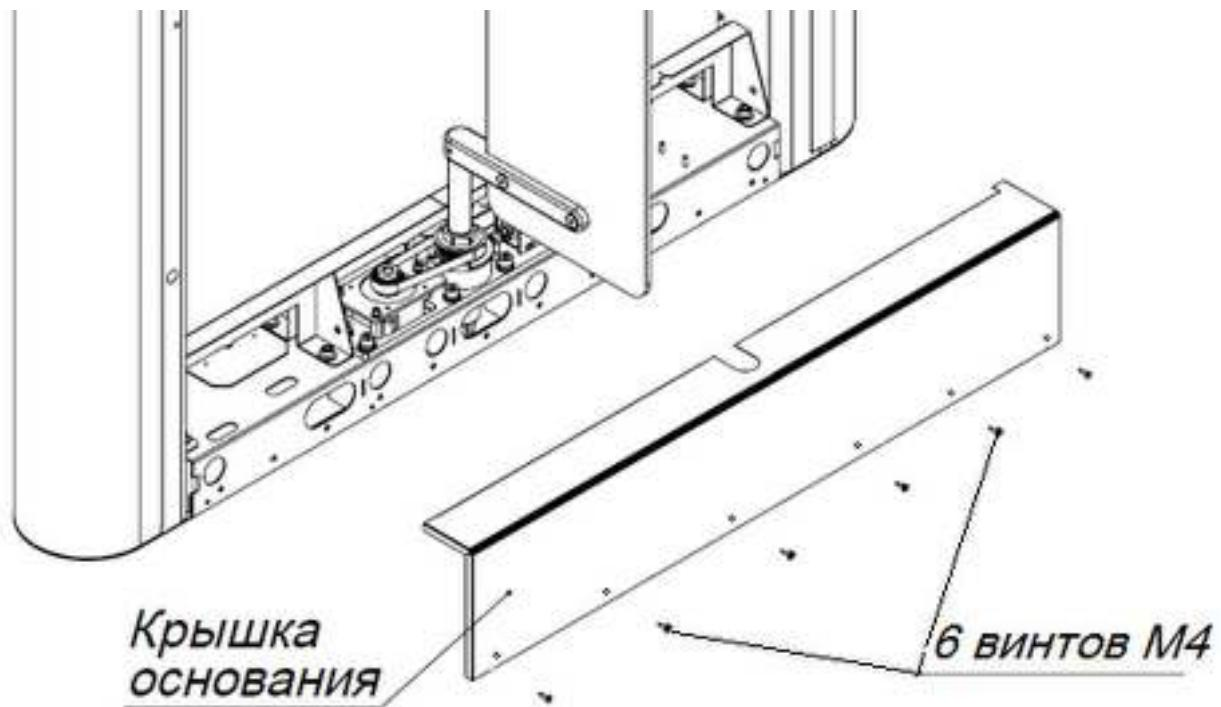

Рис. 5. Схема к установке модуля турникета
4.2.7. Установите стойки модулей турникета на подготовленную площадку. Открутите 6 винтов M4 и снимите крышку основания (рис. 5).